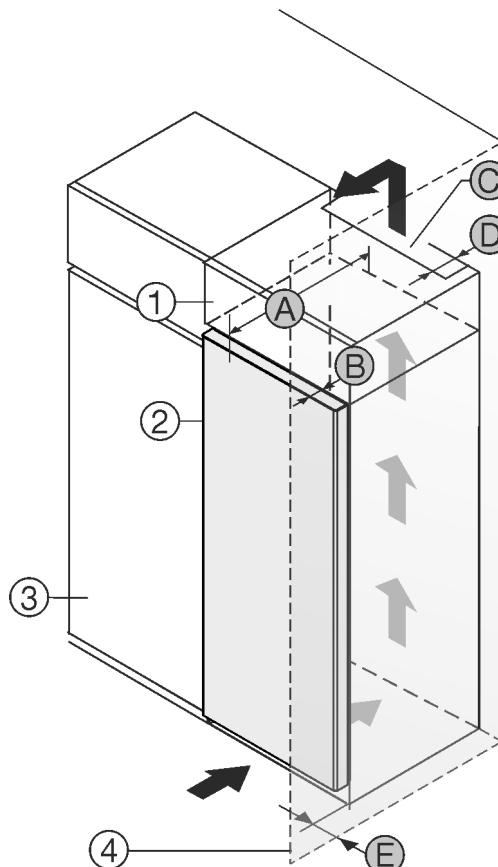

Fig. 1
(1) Nástavná skříňka *
(2) Přístroj *
(3) Kuchyňská skříň *
(4) Stěna *
(5) Hloubka přístroje *
Můžete přístroj nainstalovat přímo vedle kuchyňské skříňky Fig. 1 (3).*
Na zadní straně nástavné skříny musí být větrací šachta hluboká Fig. 1 (D) přes celou šířku nástavné skříny.*
Pod stropem místnosti musí být dodržen ventilační průřez Fig. 1 (C).*
Když přístroj instalujete závesy vedle stěny Fig. 1 (4), musí být vzdálenost mezi přístrojem a stěnou minimálně 13 mm.*
Když přístroj instalujete závesy vedle stěny Fig. 1 (4), musí být vzdálenost mezi přístrojem a stěnou minimálně 20 mm.*
Aby bylo možné dvířka plně otevřít, musí přístroj přesahovat o hloubku dvířek Fig. 1 (B) vůči přední linii kuchyňské skříny. V závislosti na hloubce kuchyňských skříněk Fig. 1 (3) a použití vymezovačů odstupu od stěny může přístroj výčnítat dále.*